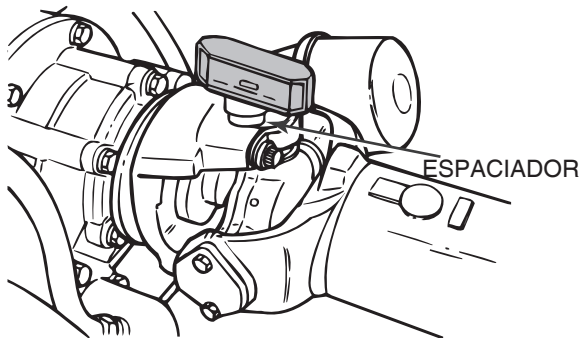
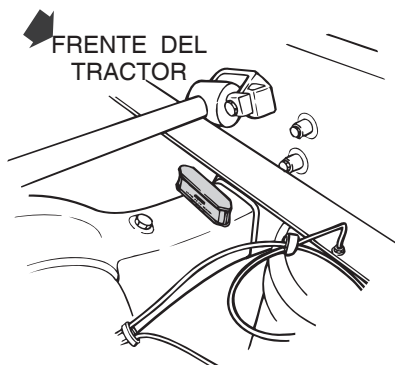

Figura 13.12
Figura 13.13
Posicione el inclinómetro o transferidor de nivel de burbuja en un espaciador y sobre el yugo de salida o en una parte lisa y plana del tubo de alojamiento del eje (el lado “largo”, lejos de la carcasa y cerca del perno en “U”) de la suspensión para medir el ángulo del eje impulsor trasero de marcha adelante. Figura 13.12 y Figura 13.13.
**Figura 13.13 es el método preferente de medición.**